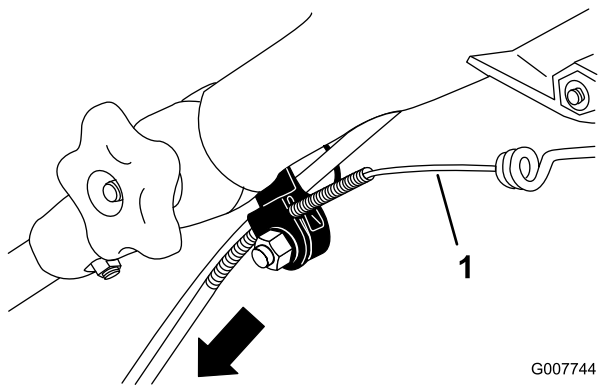

Bild 45
3. Ziehen Sie den Kabelmantel nach unten, bis der freigelegte Zug kein Spiel mehr hat (Bild 45).